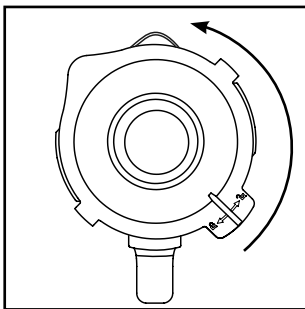

Fig. 1
- 2) Retire la tapa **2**; para ello, gírela en sentido antihorario hacia la posición  (consulte la fig. 1) hasta que pueda extraerse hacia arriba.
3) Llene el vaso ❸ como mínimo hasta la rayita inferior de la escala ❸ y, como máximo, hasta la marca MAX. Para obtener un resultado óptimo, recomendamos las siguientes cantidades máximas de llenado: